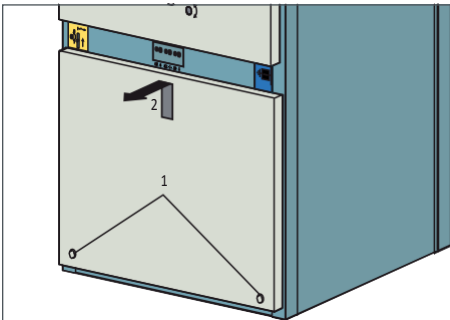

Fig. 4.1
- Desserrer les vis de fixation du panneau boulonné du compartiment de raccordement des câbles (Fig. 4.1, 1).
- Lever et enlever le panneau boulonné du compartiment de raccordement de câbles (2).